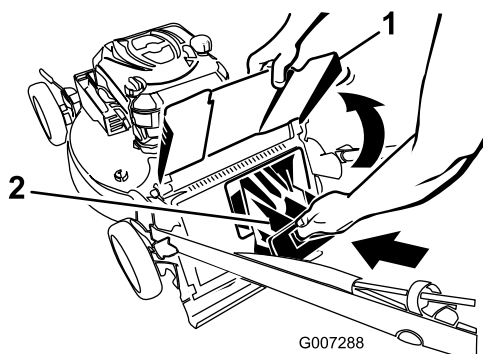

Figura 24
4. Instale el tapón de descarga trasera (Figura 24).